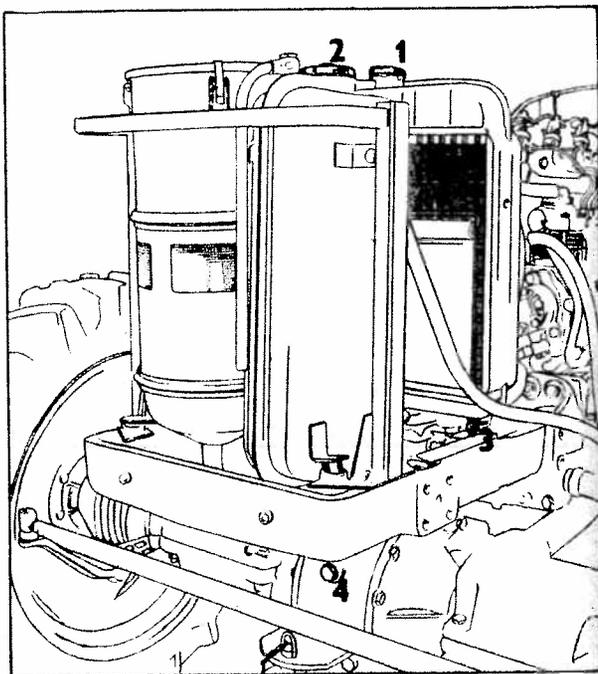

Fig. 10
1. Trou de remplissage du liquide de refroidissement dans le radiateur (fig. 10/1).
3. Robinet de vidange de l'eau du radiateur (fig. 10/3).
- 17. Trou de remplissage de l'huile dans le réservoir de la direction assistée (fig. 10/2).
- 18. Trou de remplissage de l'huile dans l'essieu avant moteur (fig. 10/4).